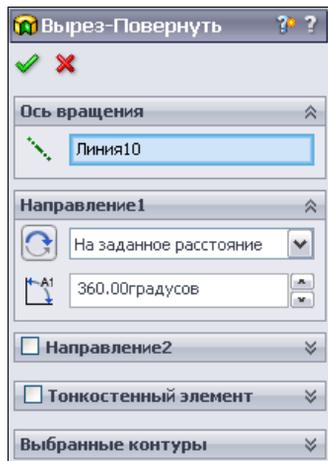

Рис. 2.48
12. В окне **Вырез-Повернуть** укажем угол поворота эскиза выреза 360° (рис. 2.48).